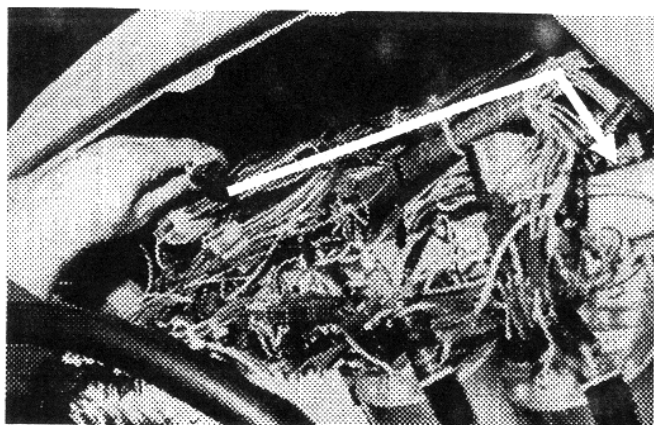

Figure 5
12. Enlever les sept (7) vis à tête cruciforme retenant le tableau d'instrumentation et éloigner celui-ci du tableau de bord. Acheminer le faisceau de fils # 06-2399 près de la centrale des feux de direction en suivant les faisceaux de fils existants (voir figure 5).